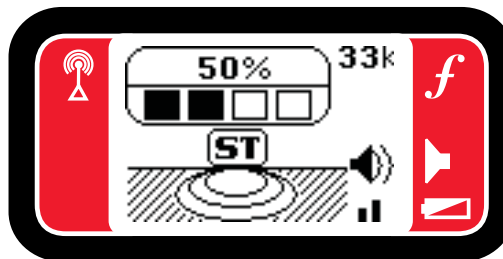

Figure 18 – Écran du Mode inductif
3. Appuyer sur la touche de Mise sous tension  pour démarrer le ST-33Q. Appuyer sur la touche Mode inductif  pour passer le ST-33Q du mode Connexion directe en Mode inductif (Voir Figure 18).